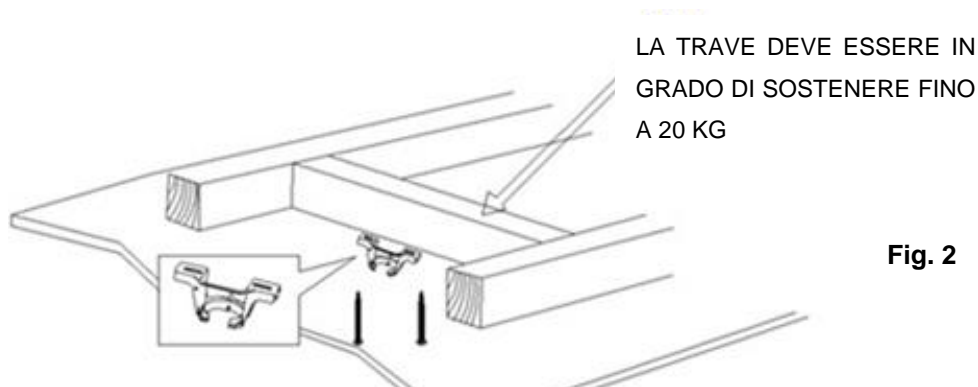

Fig. 2
- Fissare la staffa di supporto a una struttura o una trave del soffitto in grado di sostenere un carico di almeno 20 kg con le due viti lunghe fornite. Assicurarsi che almeno 30 mm della vite siano inseriti nella struttura (Fig. 2).